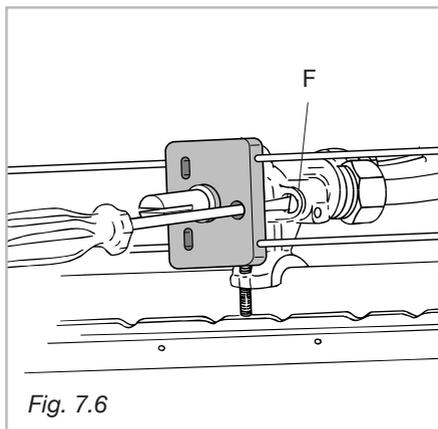

Fig. 7.6
I rubinetti del piano di lavoro sono dotati di valvolatura di sicurezza; in questi rubinetti la vite di regolazione del minimo è situata all'esterno del rubinetto (Fig. 7.6).
- Sfilare la manopola del rubinetto e con un cacciavite a taglio agire sulla vite F, attraverso l'apposito foro del microinterruttore (fig. 7.6), fino ad ottenere la fiamma desiderata.